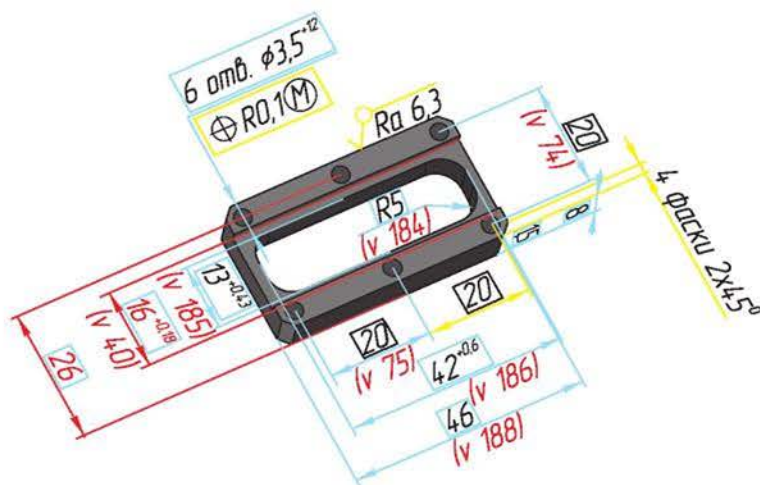

Рисунок 16.2 Электронная модель детали
- Электронная модель – взаимосвязанный набор данных на ПК, формируемый и используемый при проектировании изделия и определяющий его свойства, необходимые для изготовления, контроля, приемки, сборки, эксплуатации, ремонта и утилизации этого изделия (рисунок 16.2). Выделяют электронные модели деталей и электронные модели сборочных единиц.